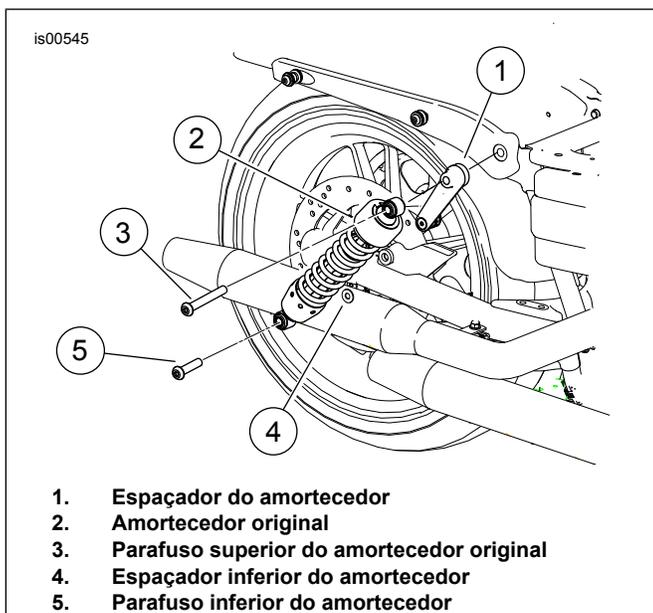

Figura 3. Instalação do terceiro ponto de suporte
3. Veja a Figura 3. Aplique Loctite 243 no parafuso inferior do amortecedor (5) e monte a parte inferior do amortecedor no garfo traseiro com o novo espaçador inferior do amortecedor (4) entre o amortecedor e o garfo traseiro. Aperte o parafuso inferior do amortecedor com torque de 41–61 N·m (30–45 ft-lbs).